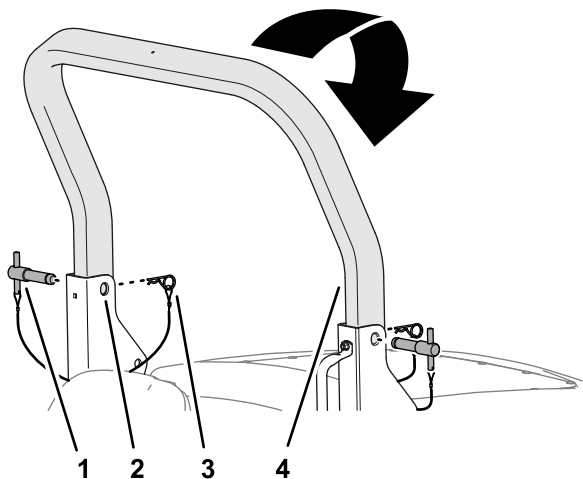

Figure 21
2. Retirez les goupilles fendues des axes de l'arceau de sécurité dans les supports de pivot du cadre (Figure 21).
3. Soutenez le poids de la partie supérieure de l'arceau de sécurité pendant que vous retirez les axes des supports de pivot (Figure 21).